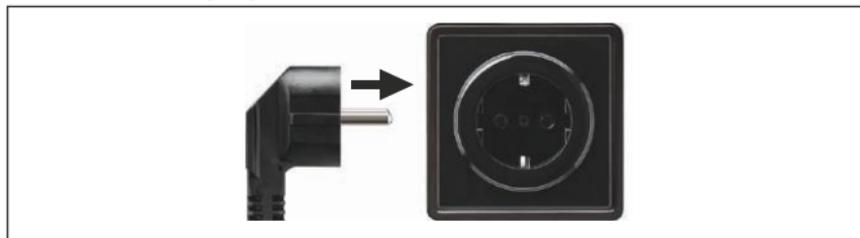

Fig.4: Anschluss Netzstecker
Ist kein LötKolben angeschlossen oder der LötKolben defekt, ertönt bei eingeschalteter Lötstation ein Warnton und im Display wird „ERROR“ - Fehler - blinkend angezeigt. Siehe auch Abb. 4.
3. Stellen Sie die gewünschte Löttemperatur mit Hilfe der Temperatur-Vorwahltasten „200 °C“, „300 °C“ und „400 °C“ (10) und der „UP“ und „DOWN“-Tasten ein.
Z.B. 300 °C: Nach drücken der Taste „300 °C“ erscheint im Display die gewählte Temperatur „SET 300°C“. Der obere Wert rechts neben „Temp“ steigt in Richtung 300 °C. Es erscheint auf der rechten Seite des Displays „HEAT ON“ - Aufheizen aktiv - und „WAIT“ - Warten -. Siehe Abb. 4. Dies erlischt, wenn die 300 °C erreicht sind und der Aufheizvorgang beendet wurde. Die Anzeige „WAIT“ erscheint immer dann im Display, wenn die Temperatur des LötKolbens um mehr als 10 °C / 50 °F steigt oder absinkt und die Lötstation die Temperatur wieder auf den eingestellten Wert nachregelt. Das Schwanken von ca. 10 °C / 50 °F um den eingestellten Temperaturwert ist normal.